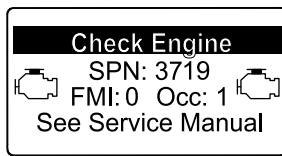

Bild 75
- Motorwarnung SPN 3719, FMI 0 (Bild 75)